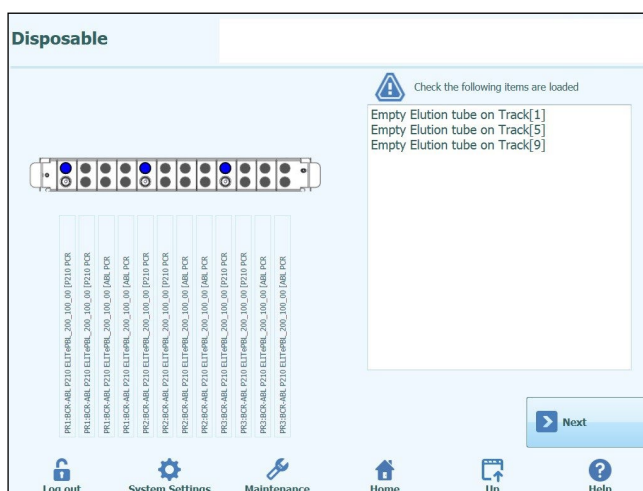

Figure 12
S'assurer que l'embout (1) et l'embout de perçage (3) sont positionnés comme illustré sur la figure ci-dessous (Figure 12).